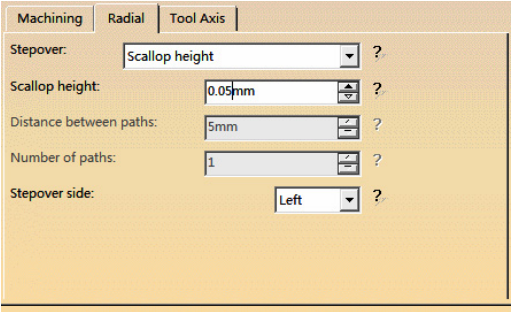

图 5-101 “Radial”选项卡(6)
- 在“Radial”选项卡(6)的“Stepover”下拉列表中选择“Scallop height”，在“Scallop height”文本框中输入“0.05mm”，如图 5-101 所示。